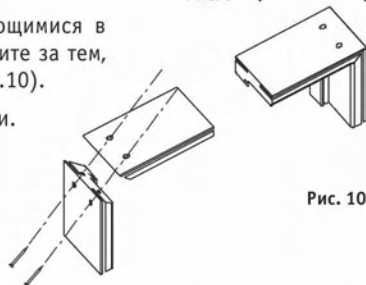

Рис. 10
2.3. Стяните элементы имеющимися в комплекте саморезами. Следите за тем, чтобы не было смещения (рис. 10).